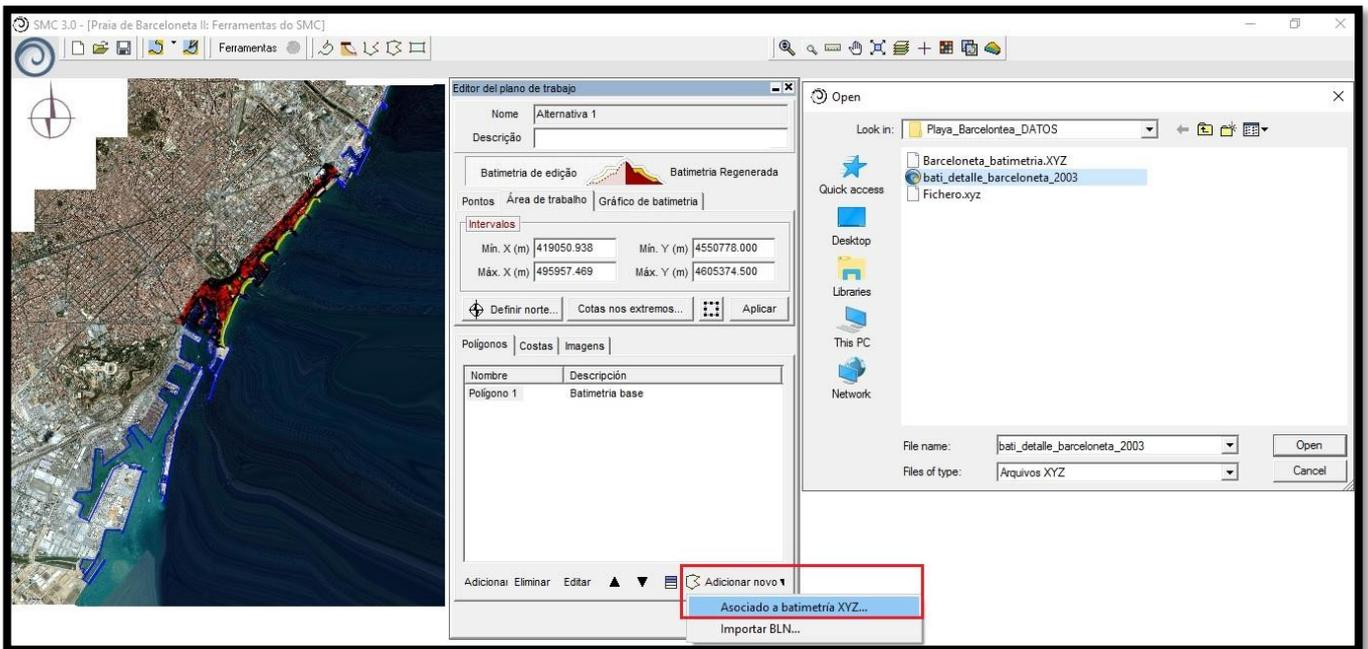

Figura 8 – Incorporar ao projeto uma batimetria de detalhe associada a um arquivo [.xyz].
- 38) No “Editor do plano de trabalho”, subaba "Polígonos", clicar em “Adicionar novo”. Selecionar a opção “Associado a batimetria XYZ” e abrir o arquivo de batimetria (C:|...|Dados_Praticas|Playa_Barceloneta_DATOS|bati_detalle_barceloneta_2003.dat) (Figura 8), incluindo assim a nova batimetria ao projeto na subaba de "Polígonos" denominado “Polígono 2”;